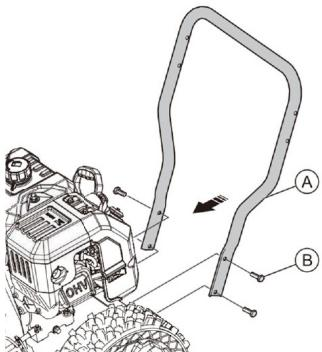

Рис.2
В нижней части корпуса (рис. 2) выкрутите из корпуса четыре болта M8x16 (B)